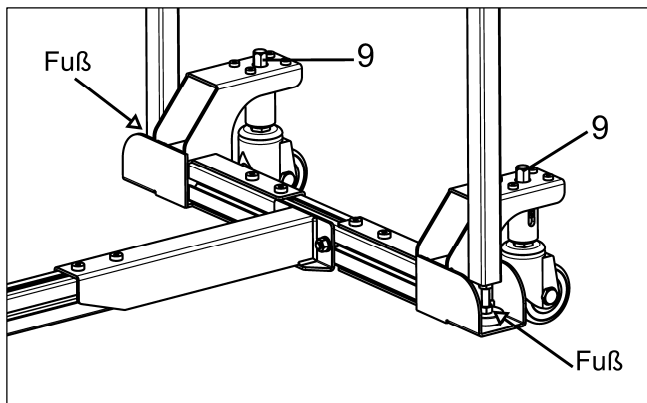

Abb.24
e. Entfernen Sie die Holzklötze und justieren Sie nun die Höhe der Füße und Räder durch Drehen der Regulierschraube "9" im Uhrzeigersinn, für Erhöhung des Anbautisches im gestützten Bereich. Drehen Sie die Regulierschraube "9" gegen den Uhrzeigersinn, um den gestützten Bereich abzusenken. Stellen Sie hier unbedingt eine Achsparallelität vom Haupttisch zum Anbautisch sicher. (siehe **Abb. 24**)